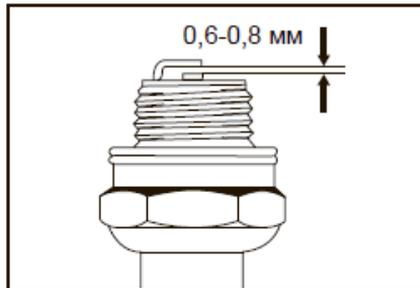

Рис.12
- В случае любого повреждения, образования нагара или несоответствующего промежутка между электродами (расстояние должно быть 0,6-0,8 мм (Рис. 12)) свечу нужно заменить;